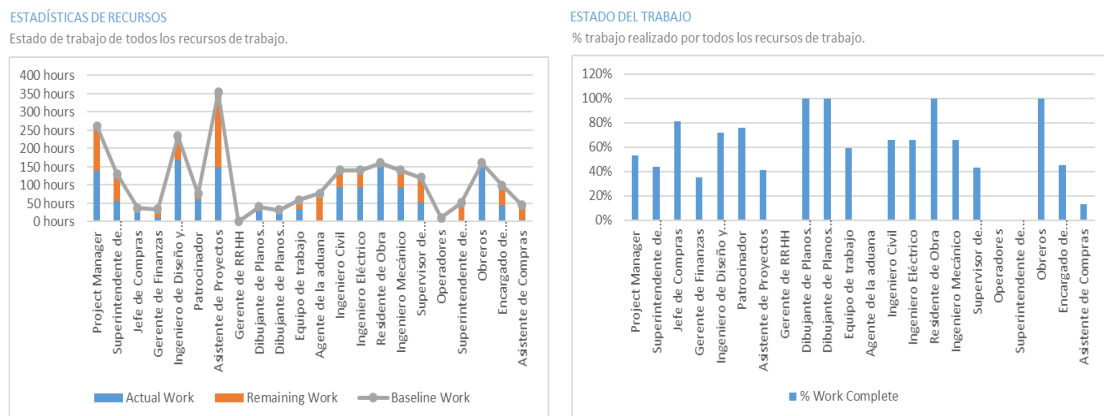

Figura 23. Visión General de los Recursos
- **Informe Visión General de los Recursos:** La Figura 23 muestra la Visión general de todos los recursos del proyecto considerando su trabajo actual, restante y base, además del trabajo completado por cada uno de ellos.